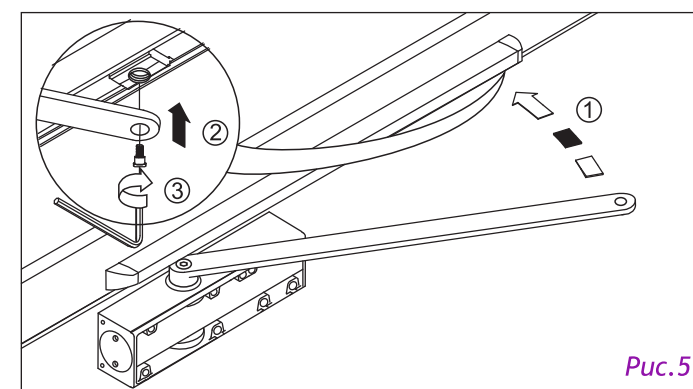

Рис.5
5. Прижмите тягу к полотну двери и соедините ее с ползуном специальным винтом М8х17 под шестигранный ключ. Тем самым создается преднатяг (рис.5);